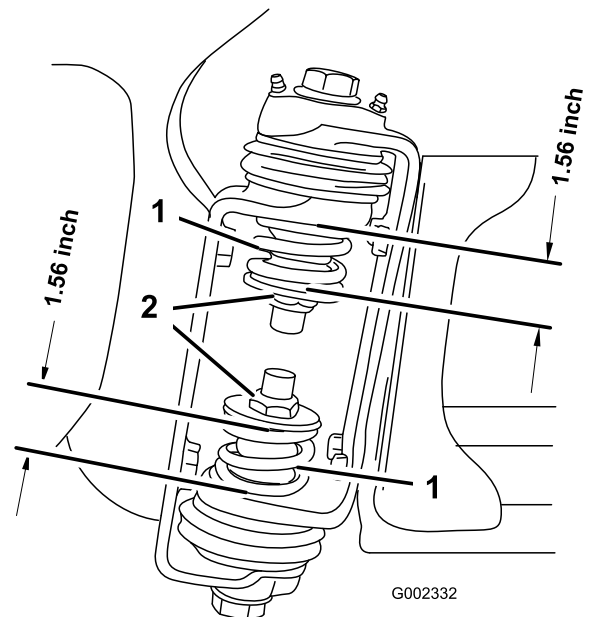

图3
3. 当喷洒臂位于伸展位置（图3）时，在喷洒臂的铰链处测量上下弹簧的压缩度。